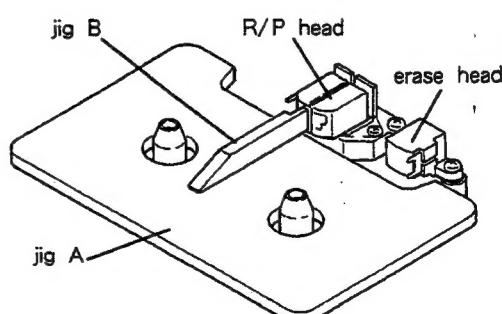
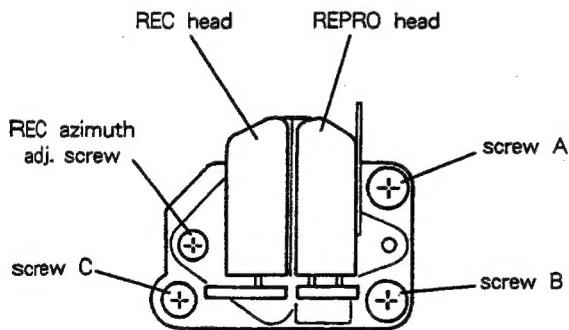

Fig. 2-3
Fig. 2-4
- 3). As with the erase head, confirm using jig B; for adjustment, use height adjustment screw A (Fig. 2-4).
- 4). As shown in Fig. 2-3, place jig B against the head in order to confirm the tilt. Perform tilt adjustment with screw B (Fig. 2-4) so that the head is at right angles with respect to jig B.
- 7). Play back the 10 kHz signal on test tape MTT-256, then adjust playback azimuth adjustment screw C (Fig. 2-4) so that the phase difference between L and R channels is 0° .
- 3). 消去ヘッドと同様に治具Bで確認し、調整は高さ調整ネジA (図2-4) により行う。
- 4). 図2-3のように治具Bをヘッドに当ててチルトを確認し、ヘッドが治具Bに対して垂直になるようにチルト調整ネジB (図2-4) で調整する。
- 7). テスト・テープMTT-256の10kHzを再生して、LchとRchの位相差が 0° になるように再生アジャマス調整ネジC (図2-4) で調整する。